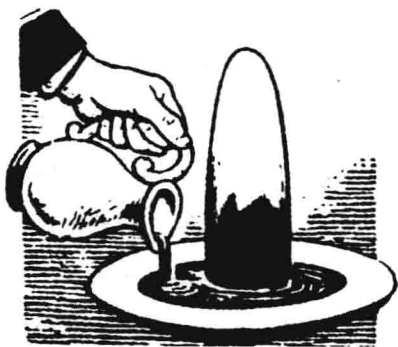
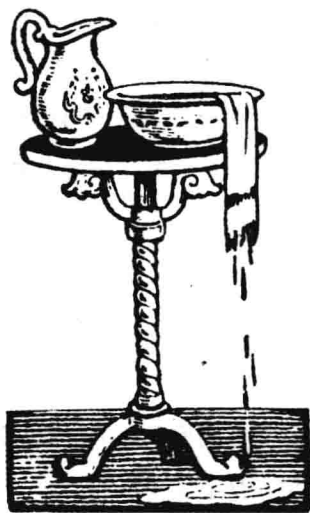

图 1.4
图 1.5
你们瞧，这是一只放有食盐柱的圆盘（如图 1.4），它具有很强的渗透性。随后我还会在盘子里倒入一种液体，这种液体是饱和的食盐溶液，而并非水。饱和就是我们平时所说的“饱了”，再也容不下这种东西了。因此在接下来发生的事情中，就排除了溶解的可能性。假设，我们把圆盘当做蜡烛，把食盐柱当做烛芯，而烛油就是将要倒入的食盐溶液（为了看起来更清楚，溶液早就被我染成了蓝色）。
当溶液被我倒在盘子里之后，就立马在食盐柱上攀爬起来，并且越升越高，只要食盐柱足够坚固，登上柱顶是完全没有问题的（如图 1.4）。假如我们倒入的这种蓝色溶液能够燃烧，同时食盐柱的顶端又安有烛芯的话，那么，一旦溶液浸入烛芯就可以把它点燃了。不但能亲眼目睹这种神奇的现象，而且还能见证整个事件的来龙去脉，确实是一件非常有意思的事情。手洗好了，你就会用毛巾来擦拭，此时，在毛细管引力的作用下，毛巾会吸走你手上的水分，既而变湿，这和烛油弄“湿”烛芯是同样的道理。还有一些孩子，他们非常粗心，洗好了手，就把擦手用的毛巾在盆沿上一扔，然后跑掉了，就像图 1.5 那样。天呀，这一扔可糟了，不一会儿，脸盆里的水被毛巾吸收之后，又转滴到了地板上，这是由于虹吸管^①的作用，才使盆沿上的毛巾产生了这种现象。